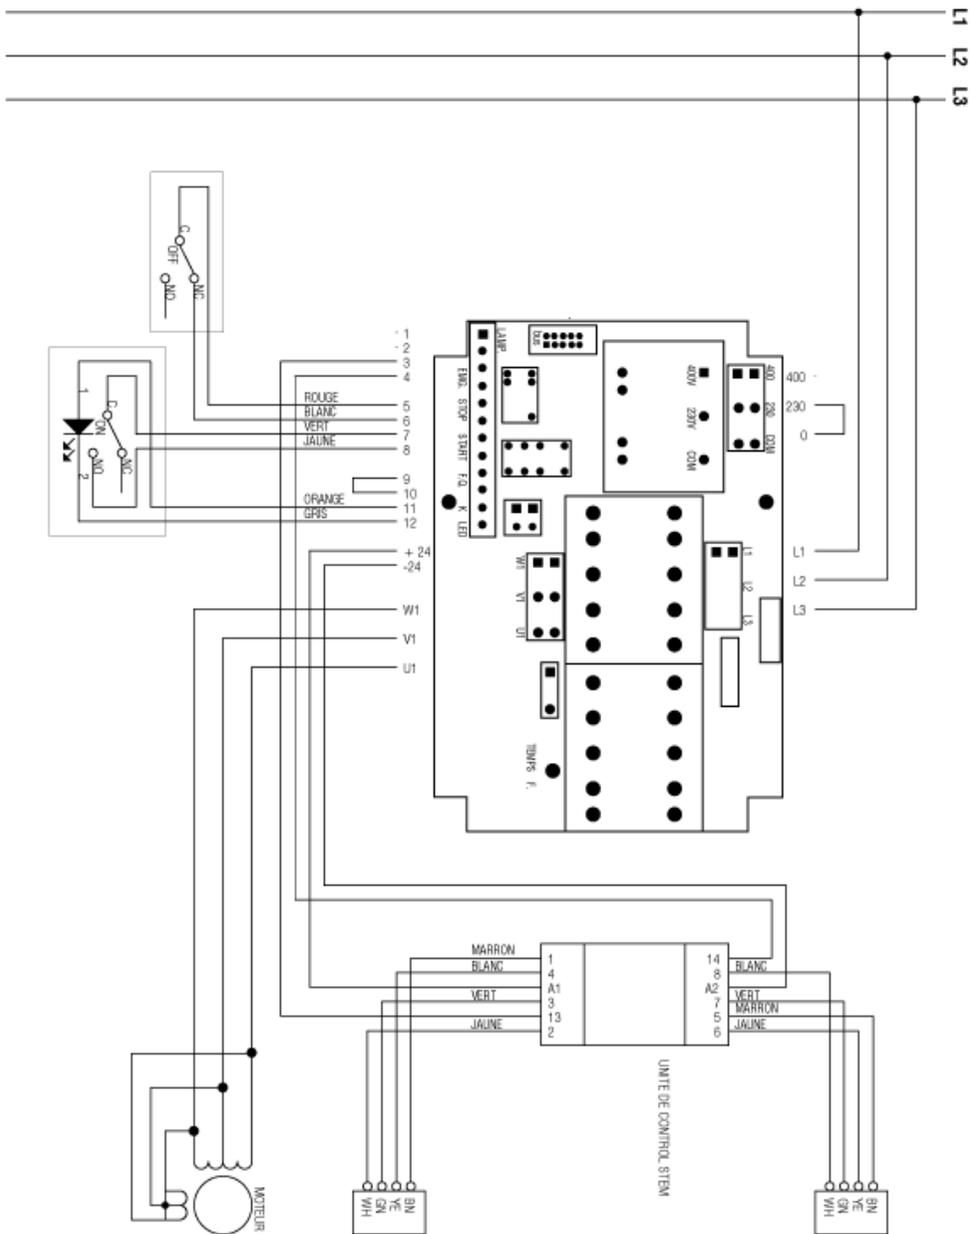

Fig. 2.6.3
2.6.3 - Schéma électrique triphasé branché à 230V(fig. 2.6.3)